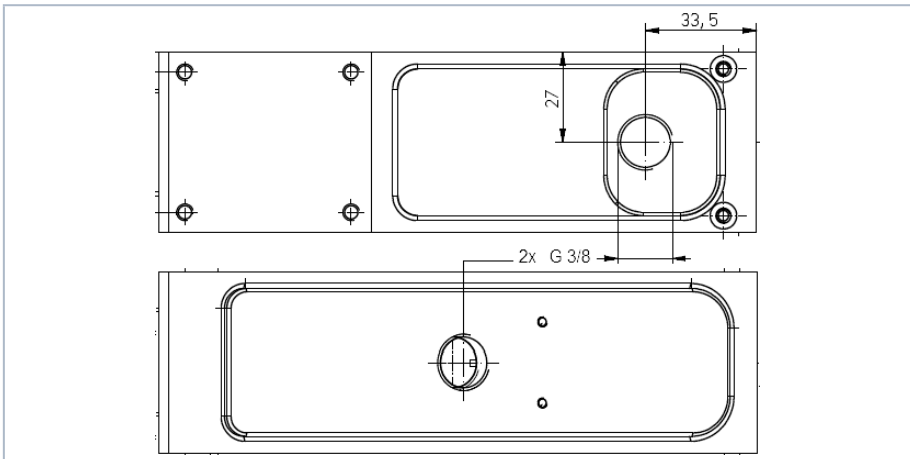

Abb. 4.1: 2 ELSA Steckverschraubungen (Push-In) in den Gewindebohrungen G 3/8 Zoll
2. Verbinden Sie die 2 ELSA Steckverschraubungen (Push-In) mit der bauseitigen Wasserversorgung (siehe Abb. 4.1 auf Seite 11).